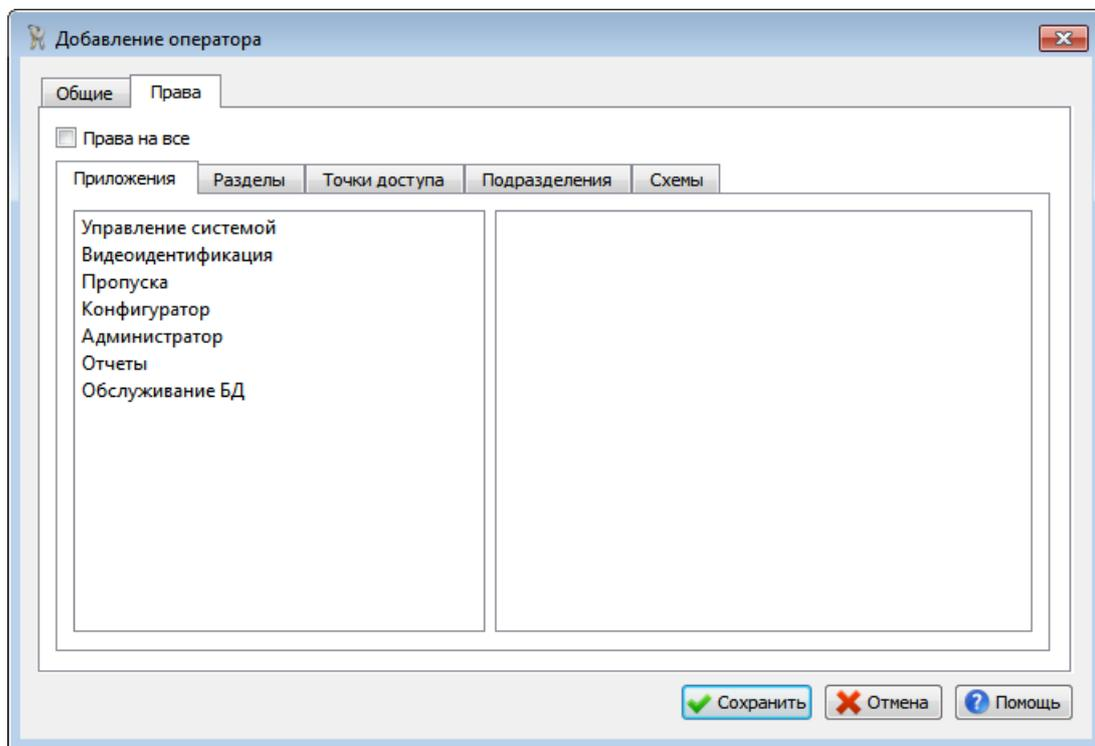

Рис. 21
- Перейдите на вкладку «Права» (Рис. 21) окна «Добавление оператора».